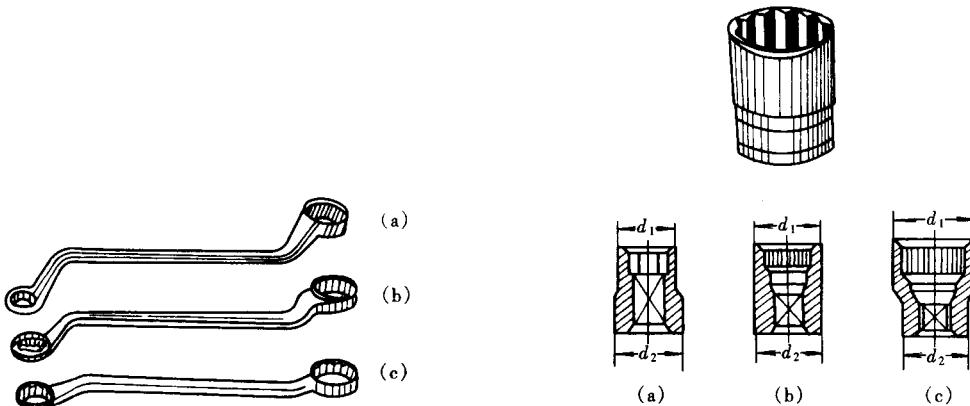

图 1-5 梅花扳手
(2) 呆扳手（死扳子）：开口宽度是固定的，不能调节。又分为双头和单头两种，它们的规格是指适用的螺栓的六角头或方头对边宽度，规格很多，不一一列举。
(3) 梅花扳手：梅花扳手的外形见图 1-5。其特点是：承受扭矩大，使用安全，特别适用于狭小空间操作。其规格是指六角头对边宽度。市场供应的梅花扳手有单件也有成套的（5 件、6 件、8 件、10 件），可根据需要选择。